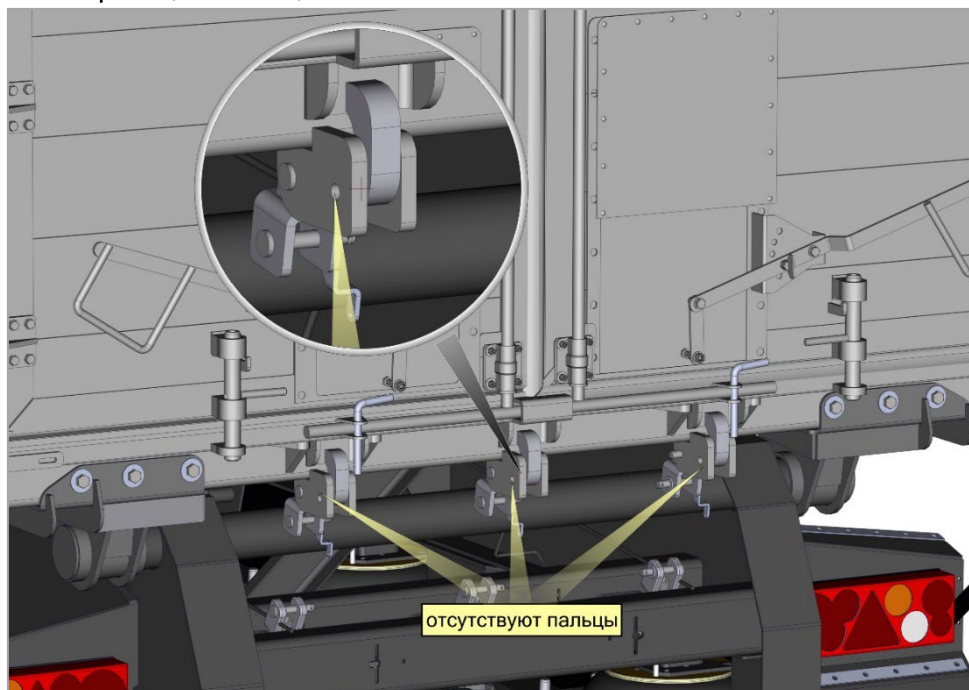

Рис. 37. Положение пальцев
1. Перед разгрузкой прицепа с задним бортом с верхней осью вращения необходимо убедиться в отсутствии пальцев в фиксаторах (Рис. 37);